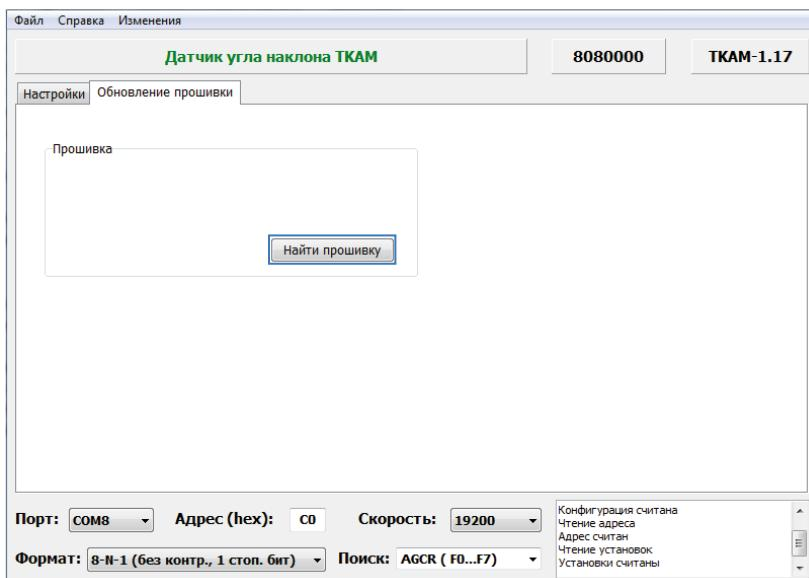

Рис.29. Обновление прошивки датчика.
- в программе перейдите на вкладку «Обновление прошивки» и нажмите кнопку «Найти прошивку» (**Рис.29**). После этого вам будет предложено выбрать нужный файл прошивки. Файл прошивки должен иметь формат .eraw.